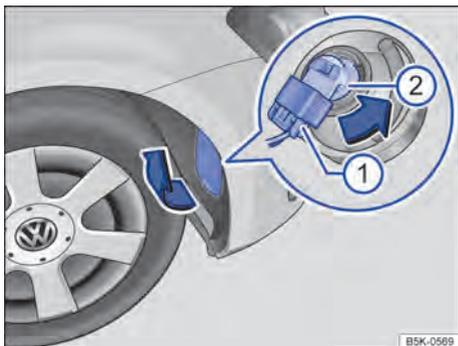

Fig. 222 No protetor da caixa de roda dianteira direita: substituir a lâmpada incandescente no farol.
3.	Se necessário, levantar com cuidado a cobertura no protetor da caixa de roda, no sentido da seta, com a lâmina plana da chave de fenda das ferramentas de bordo → Fig. 222.
9.	Encaixar a cobertura no protetor da caixa de roda → Fig. 222.